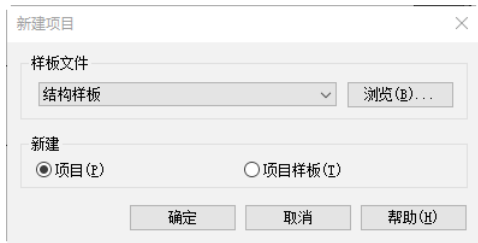

图 1-30 “新建项目”对话框
(1) 单击“文件”程序菜单→“新建”→“项目”命令，打开“新建项目”对话框，选择“结构样板”样板文件，如图 1-30 所示。